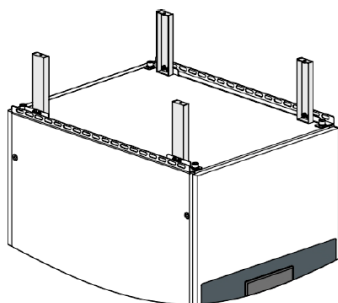

Figura 3-17 Instalación de los soportes de la cubierta superior impermeable
Paso 1: Extraiga la cubierta superior impermeable y sus soportes, e instale los soportes en las posiciones correspondientes respectivamente en la parte superior del armario, tal y como se muestra en la Figura 3-17.